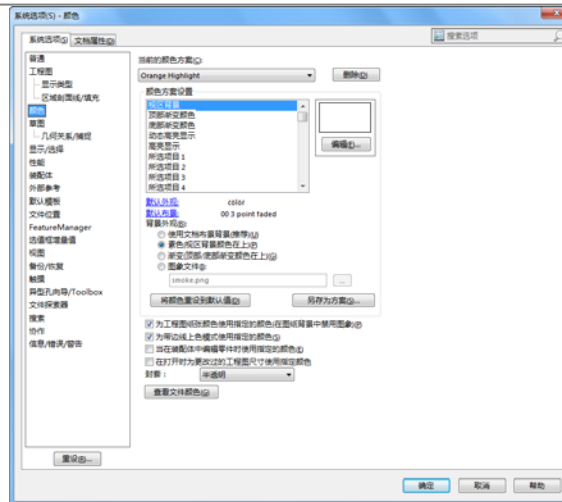
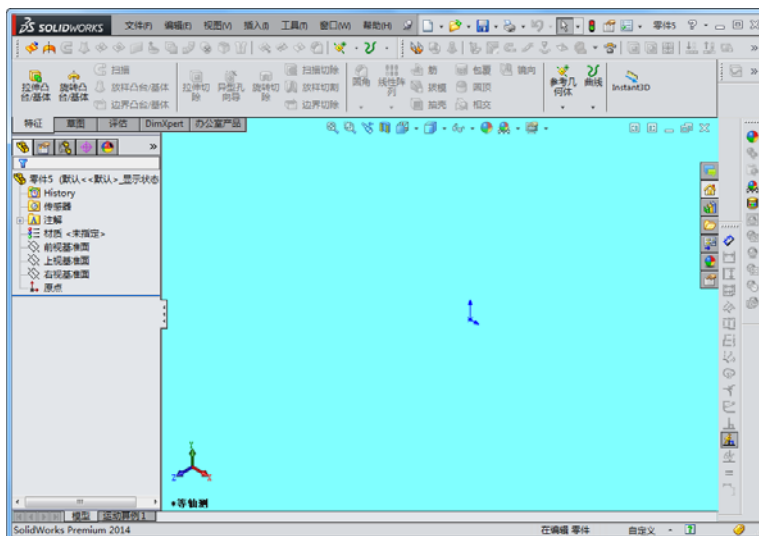

图 1-25 “系统选项”对话框
图 1-27 设置背景后的效果图
2. 设置颜色。在对话框中的“系统选项”一栏中选择“颜色”选项，如图1-25所示。
在图1-25所示的对话框中，勾选下面4个不同的选项，可以得到不同背景效果，用户可以自行设置。图1-27所示为一个设置好背景颜色的零件图。